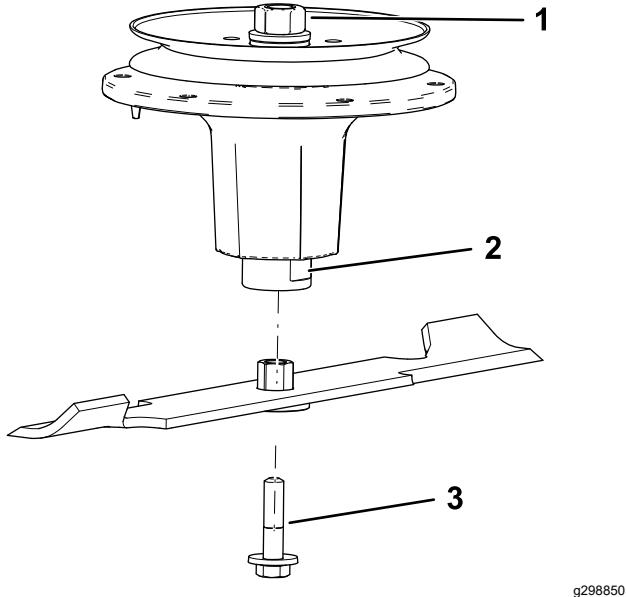

Bild 74
2. Montieren Sie die Buchsen-/Messerbaugruppe auf der Spindelwelle (Bild 74).